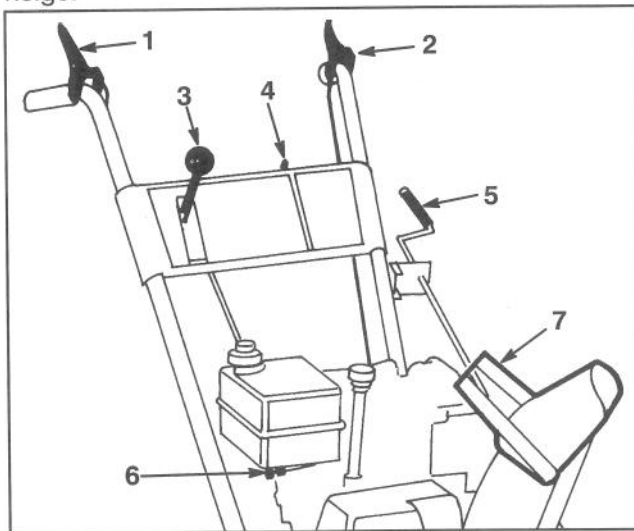
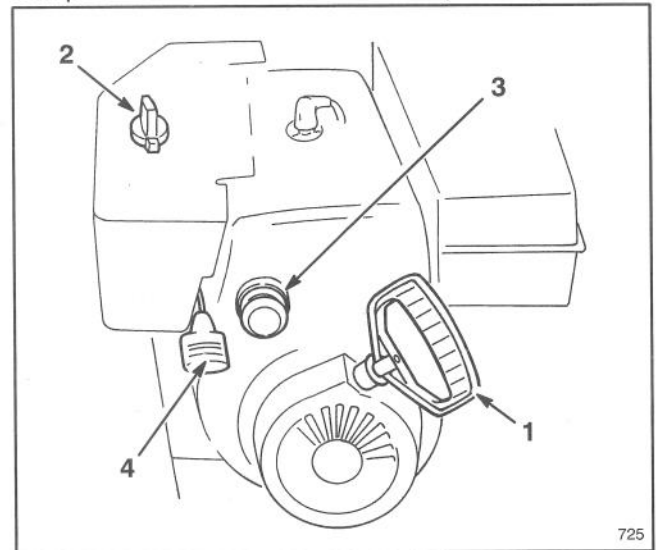
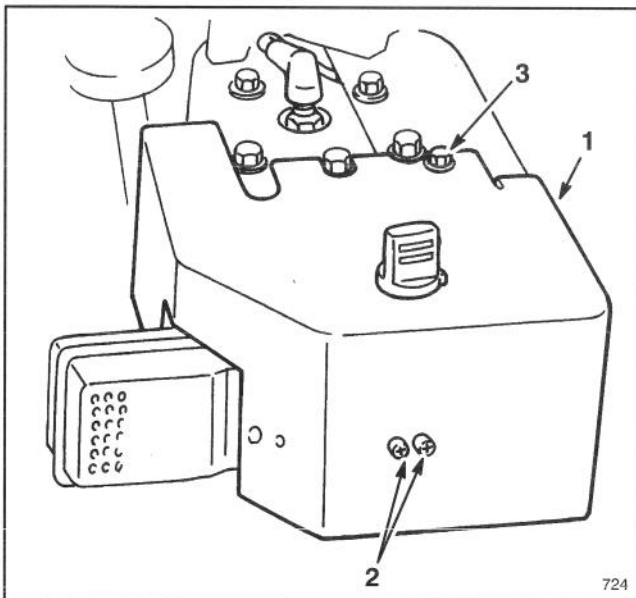

Figure 14
Figure 15
Figure 16
Commande de tarière (Fig. 14) – Cette commande a deux positions: EMBRAYÉE (Engage) et DÉBRAYÉE (Disengage). Pour embrayer la tarière et le rotor, comprimez le levier contre la poignée du mancheron droit. Pour les débrayer, relâchez le levier.
Commande de traction (Fig. 14) – Pour engager le système de traction (embrayage des roues), le levier doit être pressé contre la poignée de gauche. Pour arrêter la traction, relâchez le levier.
Sélecteur de vitesse (Fig. 14) – Cette commande a quatre positions: marche arrière, 1, 2 et 3 (trois vitesses avant). Pour changer de vitesse, placez le levier à la position désirée. Le levier s'enclenche dans un cran à chacune des vitesses choisies. Utilisez les positions 1, 2 et 3 selon les conditions de la neige.
Clé d'allumage (Fig. 14) – La clé d'allumage a deux positions: MARCHE (on) et ARRÊT (off). Mettez la clé en position MARCHE (on) avant de mettre le moteur en marche à l'aide du démarreur à rappel. Pour arrêter le moteur, mettez le clé en position ARRÊT (off).
Commande des gaz (Fig. 15) – En tirant la manette vers le haut, vous augmenterez le régime du moteur.
Étrangleur (Fig. 15) – Pour mettre en marche un moteur froid, faites tourner l'étrangleur en position "PLEIN étrangleur." Au fur et à mesure que le moteur se réchauffe ramenez petit à petit la manette en position ARRÊT.
Amorceur (Fig. 15) – Appuyez sur l'amorceur qui projette une petite quantité d'essence dans le moteur pour faciliter la mise en marche par temps froid.
Robinet d'arrêt d'essence (Fig. 14) – Ce robinet se trouve sous le réservoir d'essence. Fermez le robinet pour arrêter l'arrivée d'essence au carburateur et rouvrez-le pour rétablir l'alimentation. Fermez le robinet quand la déneigeuse ne sert pas.
Commande d'éjecteur (Fig. 14) – Tournez la manivelle de commande de l'éjecteur à droite pour orienter l'éjecteur vers la gauche et tournez la manivelle vers la gauche pour orienter l'éjecteur vers la droite.
Démarreur à rappel (Fig. 15) – Le démarreur à rappel se trouve à l'arrière du moteur. Il suffit de le tirer pour mettre le moteur en marche.
Manette du déviateur (Fig. 14) – La manette du déviateur se trouve sur le dessus de l'éjecteur et sert à régler la hauteur du jet de neige.
Remarque: pour mettre le moteur en marche à 4°C (40°F) ou à des températures plus élevées, enlevez la boîte de chauffage du carburateur (Fig. 16). Il faut toutefois remettre le boîtier de chauffage à des températures inférieures à 4°C (40°F). Pour enlever la boîte de chauffage du carburateur, procédez comme suit:
- A. Retirez les (2) vis Phillips et la vis hexagonale maintenant le boîtier de chauffage en place (Fig. 16). Tirez sur le bouton de l'étrangleur pour l'enlever de la tige (Fig. 15).
1. Mettez la commande des gaz en position RA-PIDE (fast) (Fig. 15).
2. Ouvrez l'arrivée d'essence située au-dessous du réservoir (Fig. 14) en tournant le robinet vers la gauche.
3. Faites tourner l'étrangleur en position "PLEIN étrangleur" (Fig. 15).
4. Tournez la clé d'allumage en position de MARCHÉ (Fig. 14).
6. Saisissez la poignée du démarreur à rappel (Fig. 15) et tirez-la lentement jusqu'à ce que vous sentiez une prise ferme. Tirez alors vigoureusement pour mettre le moteur en marche. Retenez fermement la poignée du démarreur et laissez-la revenir lentement.
7. Une fois le moteur en marche, tournez immédiatement la manette d'étrangleur (Fig. 15) aux 3/4 de sa course. Au fur et à mesure que le moteur se réchauffe, tournez la manette à moitié de sa course, puis en position ARRÊT. Si le moteur hésite, ramenez l'étrangleur à la moitié de sa course. Quand le moteur est suffisamment réchauffé, tournez la manette en position ARRÊT.
1. Mettez la commande de traction et la commande de tarière (Fig. 14) en position débrayée.
2. Ramenez la manette des gaz (Fig. 15) en position lente (slow) et tournez la clé d'allumage en position d'ARRÊT (Off) (Fig. 14).